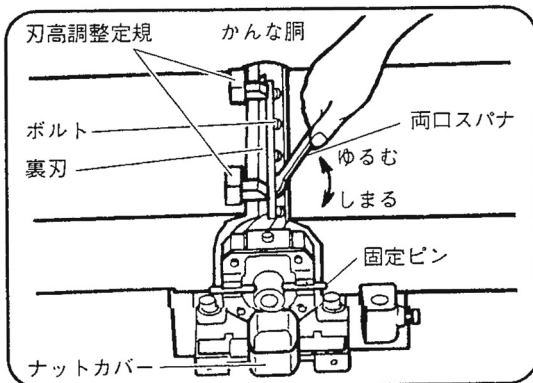

図 24
- (3) かな刃を入れたら図 24 のように、付属の刃高調整定規を手押テーブル(後定盤)へ取付けます。